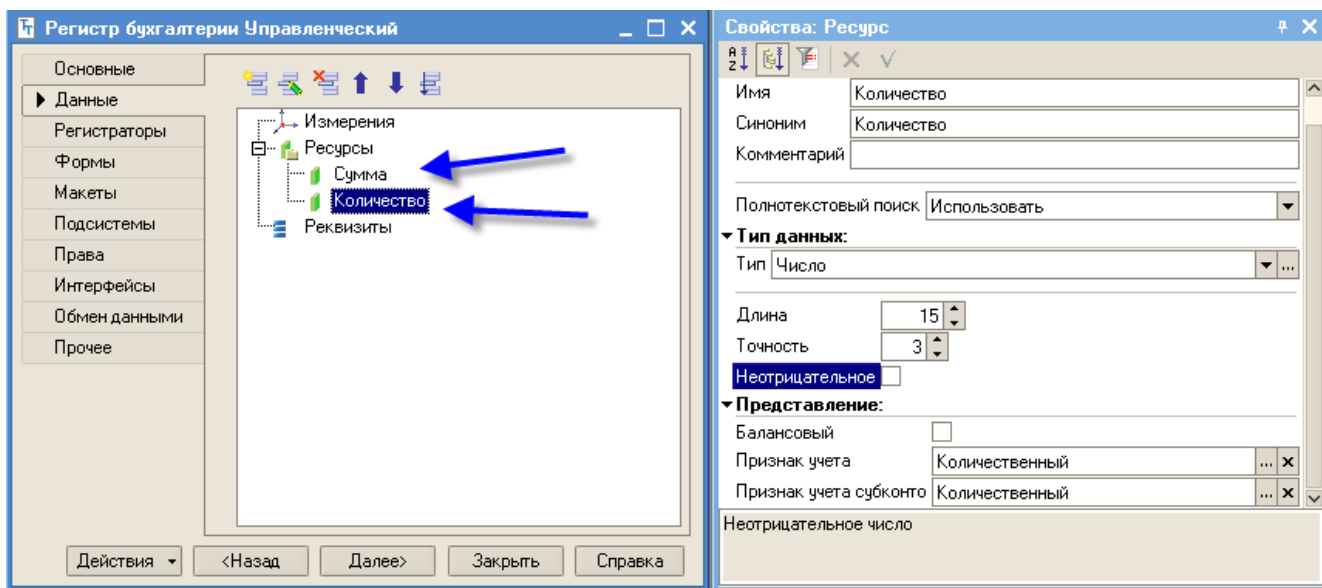

Рис. 165
- Количество, длина 15, точность 3, небалансовый, признак учета – количественный, признак учета субконто – количественный (рис. 165).